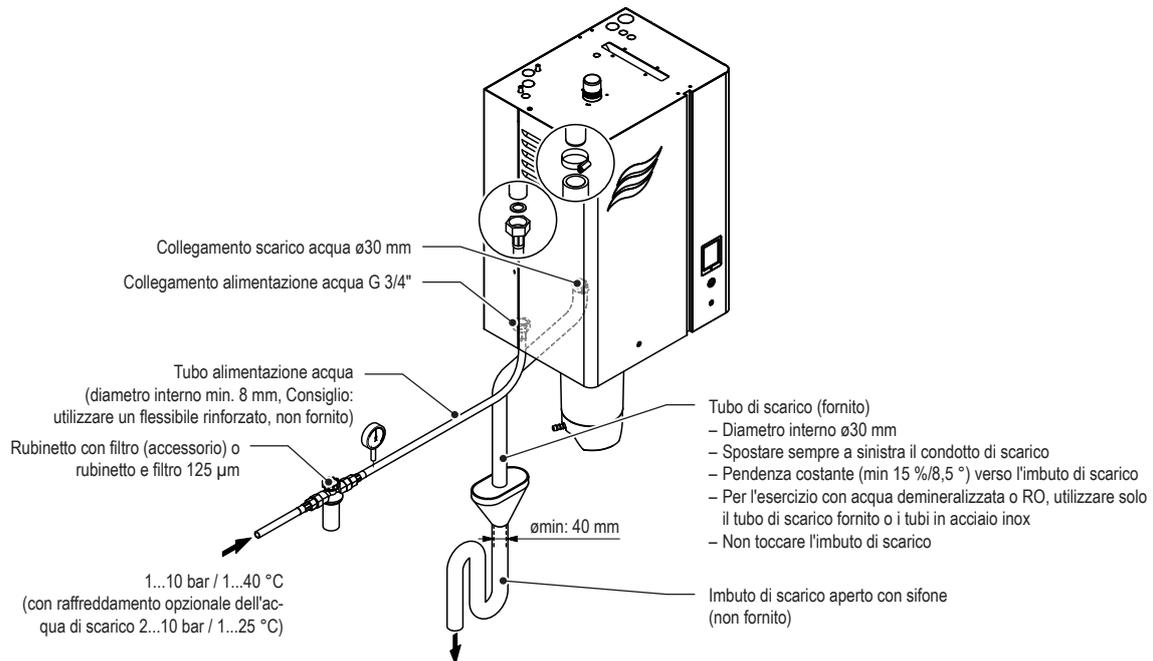

Fig. 21: Panoramica dell'installazione idraulica per i moduli singoli piccolo e medio
- Spostare sempre il tubo di scarico fornito a sinistra del collegamento di scarico rivolgendolo verso il basso, verso l'imbuto di scarico (si veda Fig. 21).